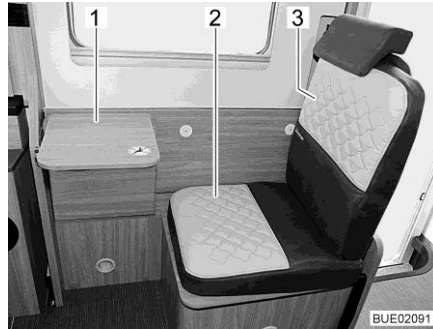
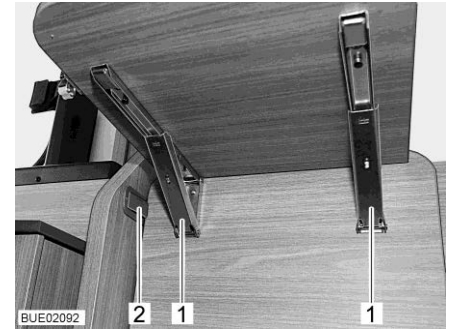

Fig. 28 Siègle supplémentaire avec table pliante
Fig. 29 Crans d'arrêt sur la table pliante
- Mettre le coussin d'assise fourni (Fig. 28,2) et le coussin de dossier (Fig. 28,3) en place.
- Faire pivoter la partie avant de la banquette longitudinale vers le haut jusqu'à ce qu'elle s'enclenche dans le cran d'arrêt en plastique (Fig. 29,2).
- Rabattre le plateau de table vers le bas : Déverrouiller les deux crans d'arrêt (Fig. 29,1) et faire pivoter le plateau de table (Fig. 28,1) vers le bas.